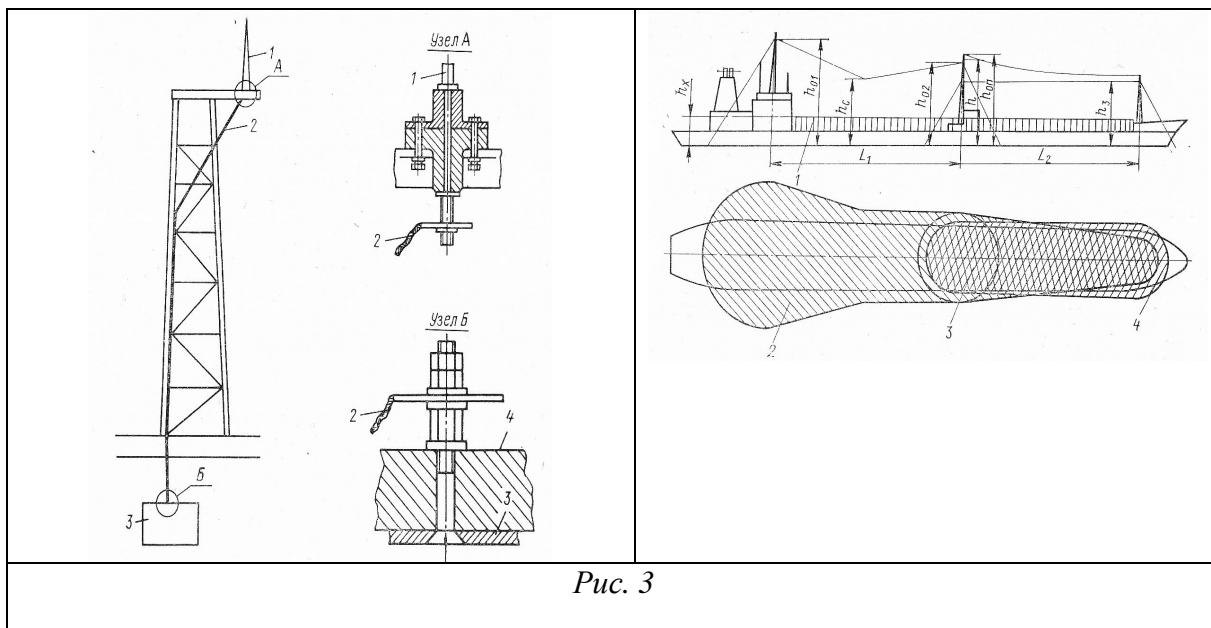

Рис. 3
3. Назвать элементы судового молниеотводного устройства, их назначение, особенности подключения, назвать зоны молниезащиты на судне (рис.3)